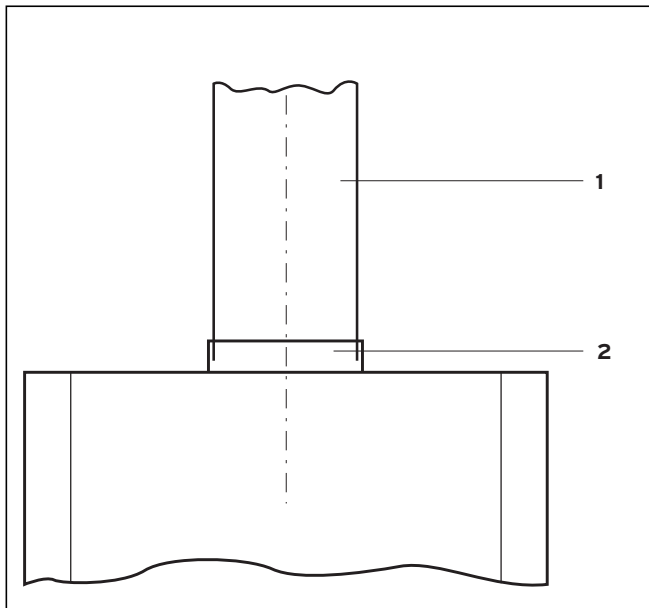

Abb. 5.1 Abgasanschluss
- Setzen Sie das Abgasrohr (1) in den Abgasrohranschluss (2) an der Strömungssicherung, siehe Abb. 5.1 Abgasanschluss.